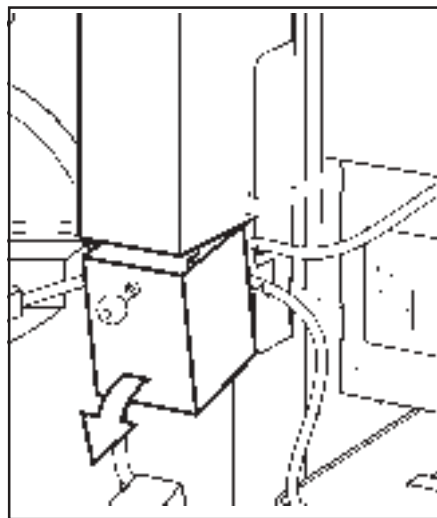

Fig. 15: Het verwijderen van het geldbakje
2. Verwijder het geldbakje met de sleutel (zie fig. 15).